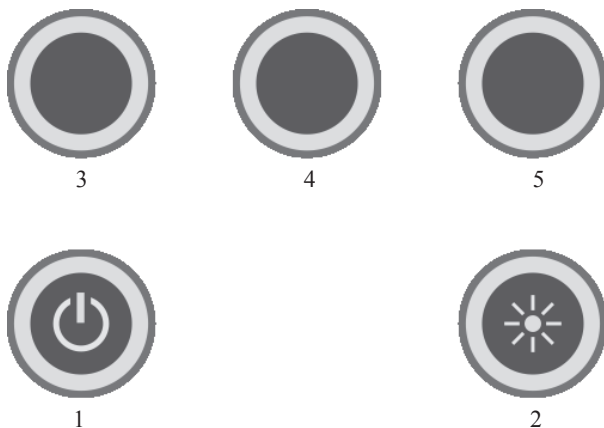

Рис.2 – Кнопки управления
6.2.1.1 Включите прибор однократным нажатием на кнопку (1, Рис.2). Перед началом работы убедитесь в работоспособности элементов питания (батарей). Если после включения прибора на дисплее появится мигающий символ разряда батареи (  ), нужно заменить батареи на новые.